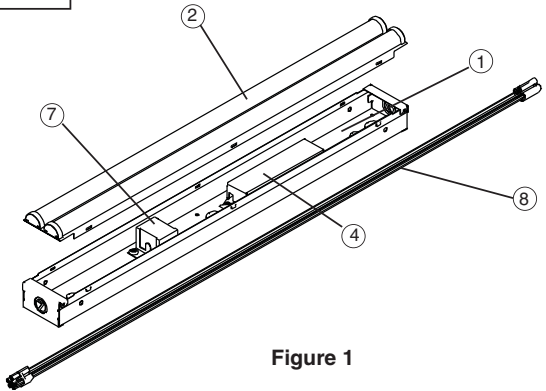
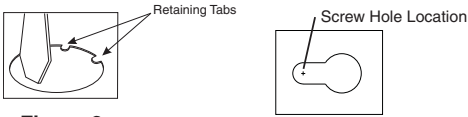
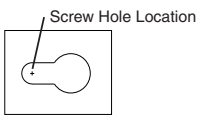

Figure 1
Figure 2
Figure 3
MONTAGE EN RANGÉE CONTINUE 1. Retirer les composantes de l'appareil et tout emballage de pièces. S'assurer que toutes les pièces sont incluses. Voir la Fig. 1. Note: Couper le courant électrique au fusible ou au disjoncteur ! 2. Enlever le couvercle du passe-fils, le soulever par les extrémités exposées de la pièce. Commencer au milieu, vers l'extérieur. 3. Choisir la débouchure appropriée à retirer en fonction de l'alimentation électrique. (Les débouchures sont situées à chaque extrémité et au dos de l'appareil.) Pour enlever les débouchures métalliques: Placer un tournevis sur le bord du cercle (à l'opposé des languettes de retenue) et frapper d'un léger coup de marteau. Saisir le bord de la débouchure à l'aide de pinces et replier en va et vient jusqu'à ce que débougée. Voir la Fig. 2. 4. Si une bague anti-traction pour câble Romex est employée, poser la bague dans le trou. 5. Insérer le câble d'alimentation de l'habitat par le trou de la débouchure ou une bague anti-traction. 6. Placer le boîtier de l'appareil sur la surface de montage et à l'aide d'un crayon tracer l'emplacement des trous de vis sur la partie étroite des encoches en trou de serrure. Voir la Fig. 3. 7. À l'aide d'une perceuse et d'un foret de 1/16 po, faire deux petits trous de guidage aux endroits indiqués pour les trous des vis. Si la perceuse ne rencontre pas un montant ou une surface en bois, utiliser des boulons à ailettes ou d'autres fixations, selon les conditions de la structure. Si la perceuse rencontre une surface en bois, utiliser une vis à bois calibre 10. 8. Installer partiellement les vis de montage. Placer le boîtier de l'appareil sur la surface de montage, les têtes de vis dans les encoches de montage en trou de serrure. Glisser l'appareil jusqu'à ce que les têtes de vis soient dans la partie étroite des encoches. Serrer les vis pour fixer solidement l'appareil à la surface de montage.
1. Remove fixture components and parts pack(s). Check that all parts are included. **See Fig. 1.**
Place standard screwdriver on edge of circle (on opposite side from retaining tabs) and gently strike with hammer. Grip edge with pliers and flex back and forth until removed. **See Fig. 2.**
6. **Position the Fixture Housing (1) against** the mounting surface and with a pencil, mark the screw hole locations to be located at the narrow section of the key-holes. **See Fig. 3.**
1. Saque los componentes del luminario y paquete(s) de piezas. Compruebe que todas las piezas estén incluidas. **Vea Fig. 1.**
Coloque un destornillador estándar en el extremo del círculo (lado opuesto de las lengüetas de retención) y suavemente golpee con el martillo. Sujete un extremo con las pinzas y flexione hacia atrás y adelante hasta que se desprenda. **Vea Fig. 2.**
6. **Coloque la caja de la luminaria contra** la superficie de montaje y con un lápiz, marque las localizaciones de los agujeros para los tornillos que serán ubicados en la sección angosta de los “keyholes”. **Vea Fig. 3.**